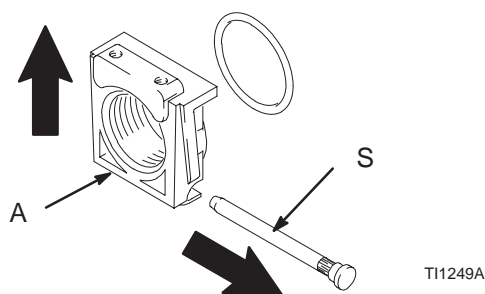

Abb. 1
Zum Öffnen der Rohrinserts (A) den Haltestift (S) entfernen und das Insert vom Stiftloch nach oben wegziehen. Nun das neue Insert einbauen und den Stift wieder einsetzen. Abb. 1.